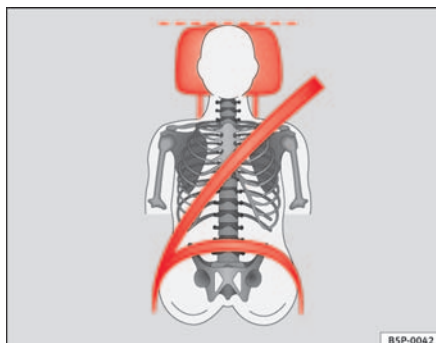
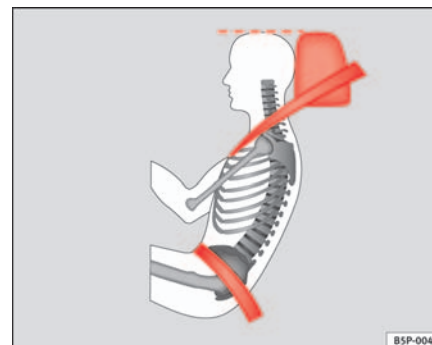

Fig. 90 Vista de frente: encostos de cabeça e cinto de segurança ajustados correctamente
Fig. 91 Vista de lado: encostos de cabeça e cinto de segurança ajustados correctamente
- Ajustar os encostos de cabeça de modo a que o rebordo superior do encosto fique alinhado com o alto da sua cabeça, no mínimo à altura dos olhos ⇒ fig. 90 e ⇒ fig. 91.